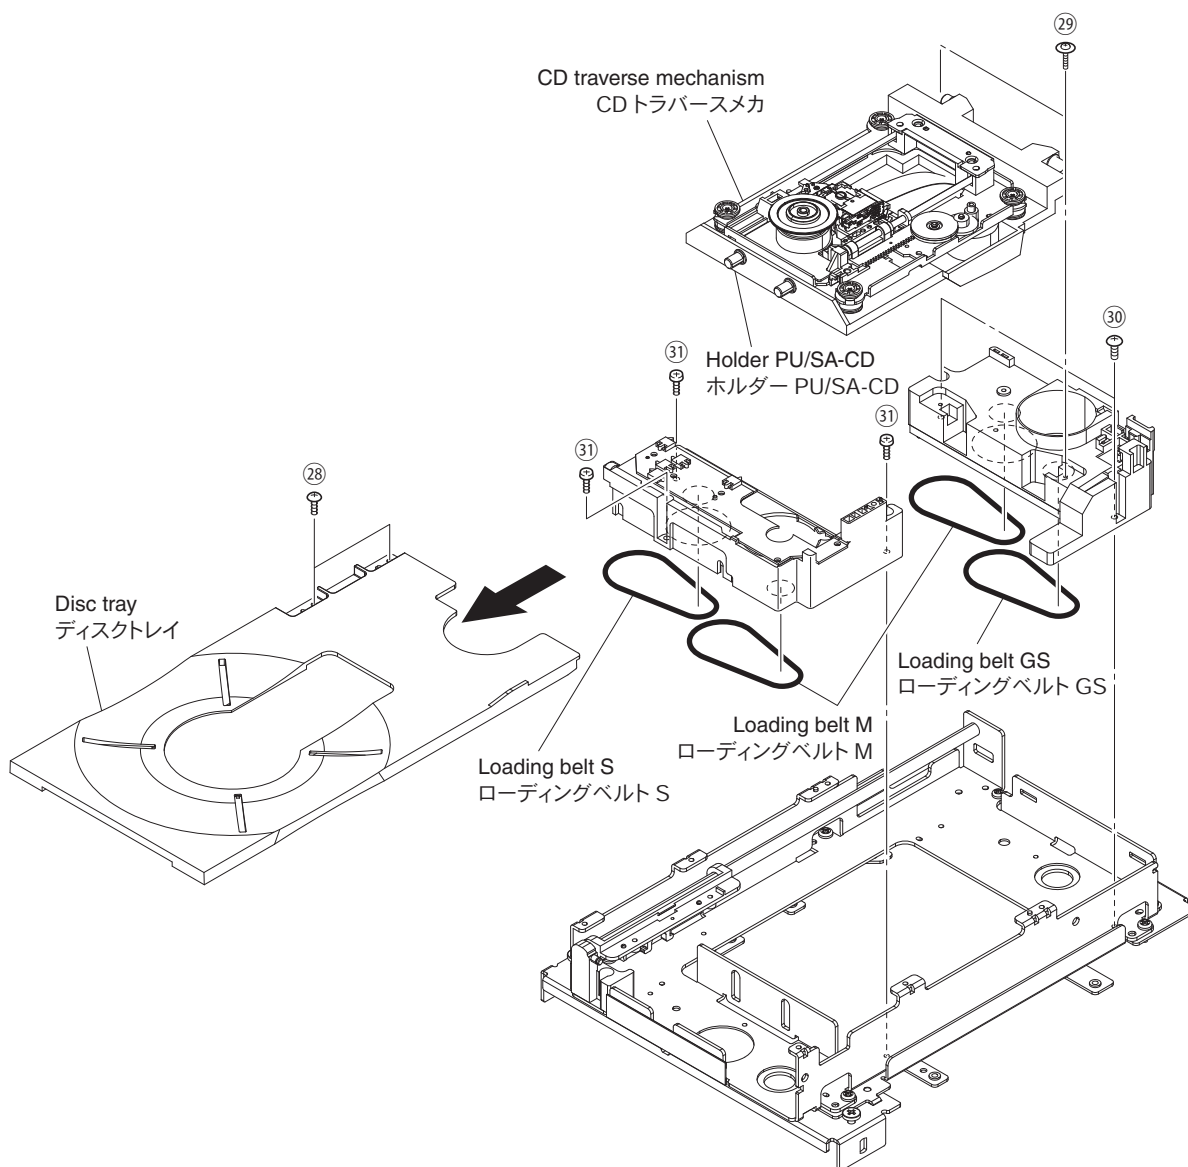

Fig. 12
- Push out the disc tray by pushing its rear. (Fig. 12)
- Remove 2 screws (28) and then remove the disc tray. (Fig. 12)
- Remove 2 screws (29). (Fig. 12)
- Remove the CD traverse mechanism together with the holder PU/SA-CD. (Fig. 12)
- Remove 2 screws (30) and then remove the rear block. (Fig. 12)
- Remove the loading belt M and loading belt GS. (Fig. 12)
- Remove 3 screws (31) and then remove the front block. (Fig. 12)
- Remove the loading belt S and loading belt M. (Fig. 12)
- ディスクトレイの後方を押し、ディスクトレイを押し出します。(Fig. 12)
- 28のネジ2本を外し、ディスクトレイを外します。(Fig. 12)
- 29のネジ2本を外します。(Fig. 12)
- CDトラバースメカをホルダー PU/SA-CD と一緒に外します。(Fig. 12)
- 30のネジ2本を外し、リアブロックを外します。(Fig. 12)
- ローディングベルト M、ローディングベルト GSを外します。(Fig. 12)
- 31のネジ3本を外し、フロントブロックを外します。(Fig. 12)
- ローディングベルト S、ローディングベルト Mを外します。(Fig. 12)